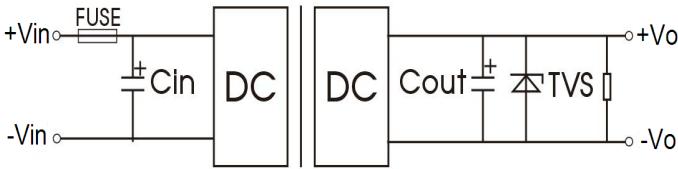

图 1
- (1)产品测试及应用时,请按照(图1)推荐的测试电路进行;至少保障外接一个电解电容Cin(≥220μF),用于抑制输入端可能产生的浪涌电压。
- (2)如果产品输入端并联瞬变能量较大的电路(如并联电机驱动电路),或会导致产品输入电压被拉低,此时关注产品输入电压的波动,建议适当增大输入端电解电容Cin的容值,以保障输入端电压稳定,避免输入电压低于欠压保护点导致产品重复启动的情况。
- (3)如果产品输出端为感性负载时(如继电器,电机),建议在容性负载规格内增大输出电容Cout容值,并增加TVS管,用以滤除电压尖峰。
- (4)如需进一步减少输入输出纹波,可适当加大外接电容Cin,Cout容值或选用串联等效阻抗值小的外接电容,外接电容Cout容值不能大于产品的最大容性负载。